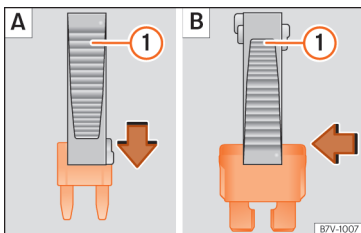

Abb. 61 Sicherung entnehmen oder einsetzen.
- *Kleine Sicherungen:* Klammer von oben aufstecken »» **Abb. 61** **A**.
- *Größere Sicherungen:* Klammer seitlich auf die Sicherung schieben »» **Abb. 61** **B**.